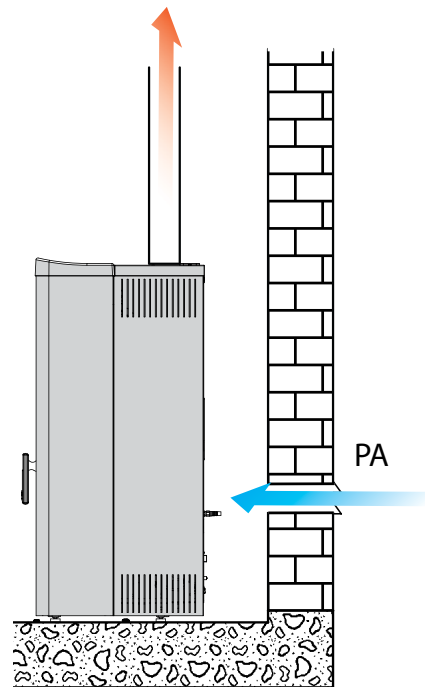

fig. 5.5
La stufa, durante il suo funzionamento, preleva una quantità di aria dall'ambiente in cui è collocata (ad eccezione dei prodotti della serie ermetica che possono prelevarla direttamente dall'esterno); quest'aria dovrà essere reintegrata attraverso una presa d'aria esterna al locale stesso (fig. 5.5 - PA = Presa d'Aria).
Per poter collegare la stufa all'impianto di riscaldamento canalizzato è necessario collegare al ventilatore posteriore (V) un tubo di diametro 80 mm (T) da un lato e alla bocchetta di distribuzione aria (G) dall'altro. Fissare con fascetta stringitubo di diametro 80 mm (-Fig. 5.5).